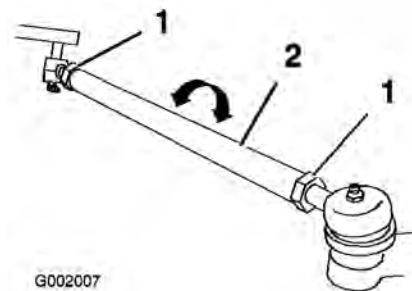

Bild 56
5. Wenn der Wert nicht im angegebenen Bereich liegt, lösen Sie die Klemmmuttern an beiden Ende der Zugstangen (Bild 56).